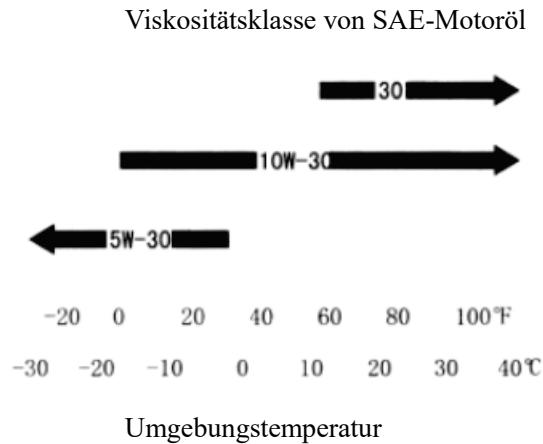

Abb. 4
4.3.3 Die empfohlene Umgebungstemperatur der Maschine ist -15 °C bis +40 °C. Die Verwendung von Motoröl SAE 10W-30 entsprechend der API-Klassifizierung SE, SF und SG wird empfohlen. Abb. 4 unten zeigt die SAE-Motorölkonsistenz.
d. Legen Sie den Benzinmotor waagerecht und füllen Sie das empfohlene Motoröl bis zur obersten Markierung am Ölmessstab ein. Die Art des zu verwendenden Öls ist oben in Abb. 4 dargestellt.